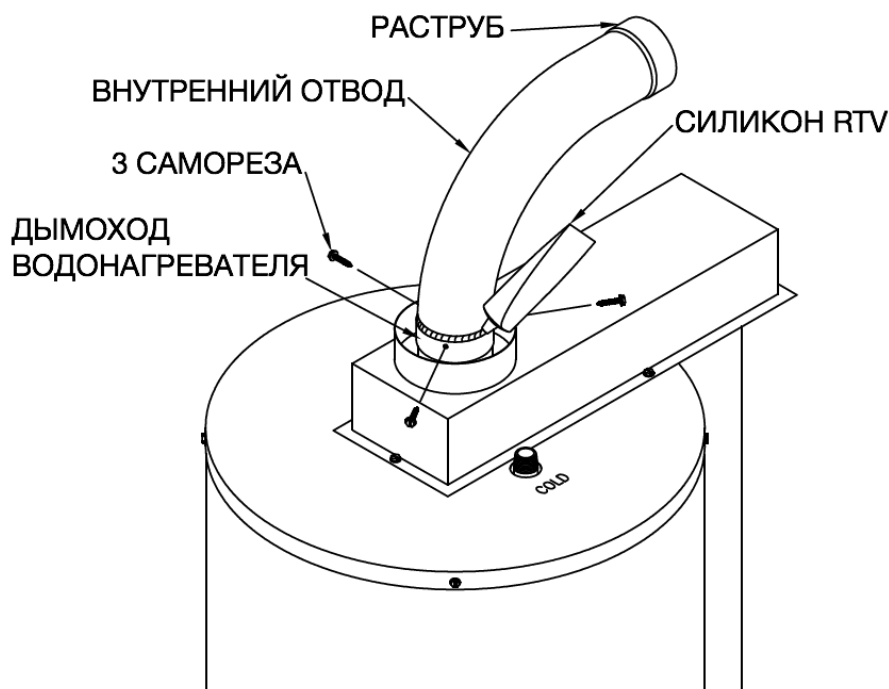

Рисунок 19
5. Вставьте ровный конец внутреннего (меньшего диаметра) отвода в дымоход водонагревателя и разверните его в нужном направлении. Сверлом 3 мм просверлите три равноудалённых друг от друга отверстия по окружности трубы. Закрепите трубу тремя саморезами. Прилагаемым силиконом тщательно загерметизируйте место соединения (Рисунок 19).